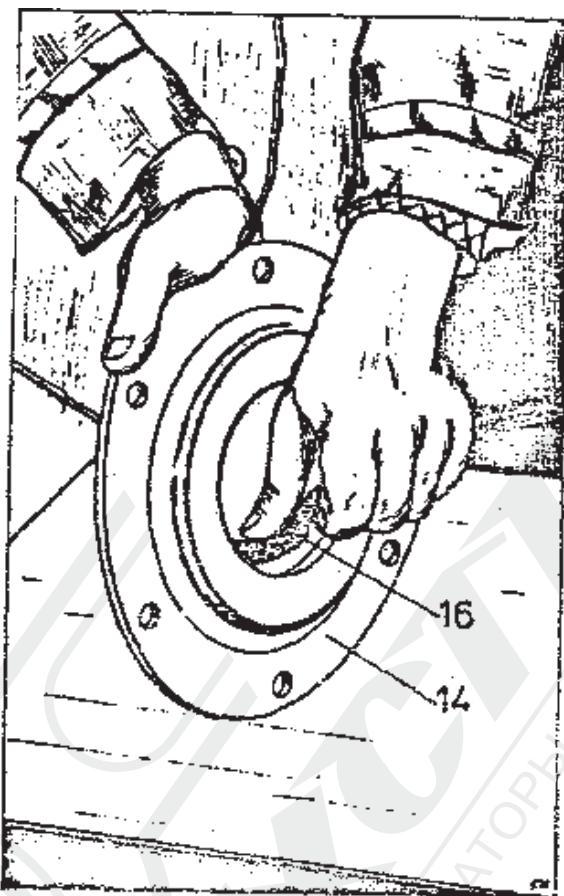
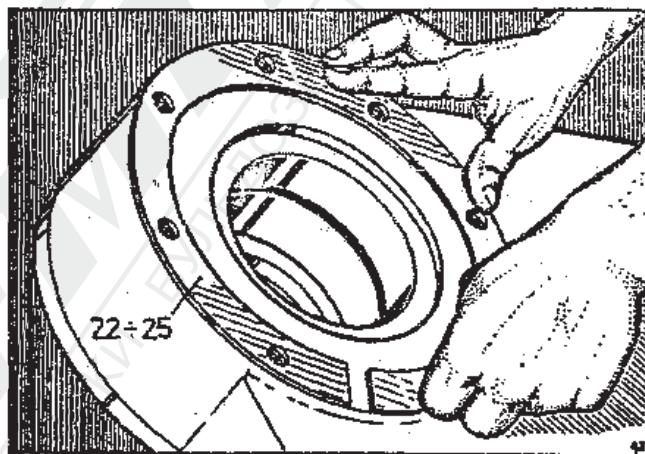
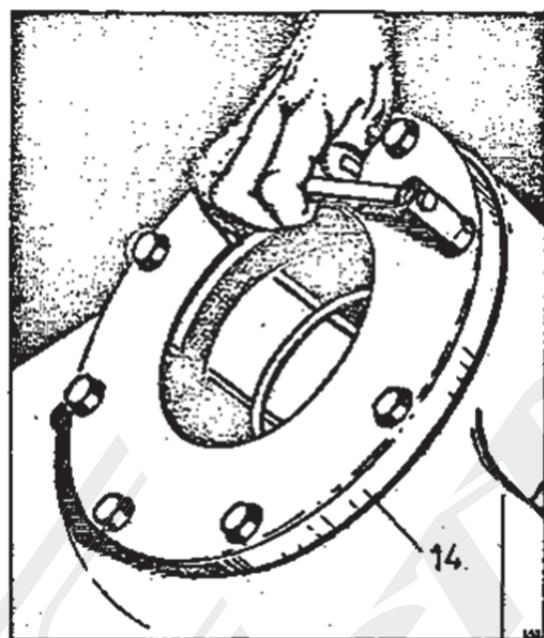
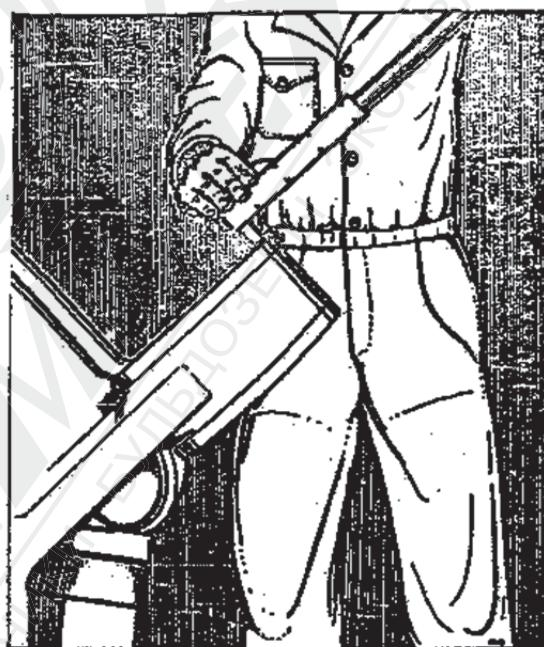

Рис. 3-6. Вдавливание войлочной набивки в крышку
Рис. 3-7. Размещение подкладок перед
Рис. 3-8. Предварительная затяжка крышки
Рис. 3-9. Затяжка крышки динамометрическим ключем.
9. Замонтировать крышки 1-4. Перед монтажем крышек в корпус подшипника запрессовать войлочные уплотнения 16 /рис. 3-6/. Подкладки 22-25 разместить ровно под крышками /рис. 3-7/, винты затянуть предварительно /рис. 3-8/, а затем динамометрическим ключём /рис. 3-9/ моментом 111Нм /11,3кГм/.
Подшипник смазать смазкой ЛТ-4. Перед монтажом крышек в корпус подшипника запрессовать войлочную набивку 4 /рис. 3-6/.